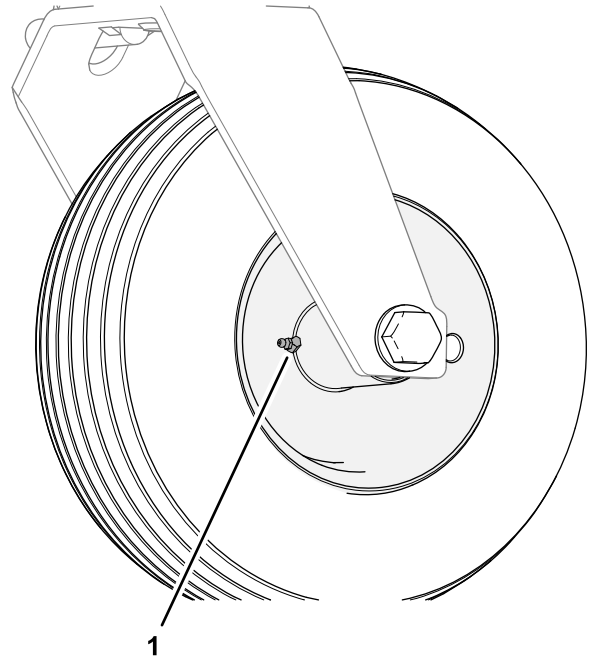

Figura 65
2. Conecte una pistola de engrasar al engrasador del cubo de la rueda giratoria (Figura 65).